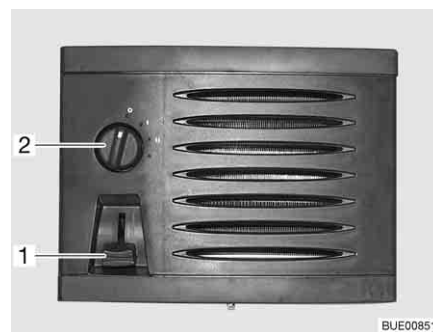

Bild 177 Bedienelemente Zusatz-Wärmetauscher
- Den Schieberegler (Bild 177,1) des Durchflussreglers bis zur gewünschten Position nach unten schieben. Der Wasserkreislauf ist offen.
- Den Gebläseschalter (Bild 177,2) des Umluftgebläses im Uhrzeigersinn drehen.
- Den Gebläseschalter (Bild 177,2) auf "O" drehen.
- Den Schieberegler (Bild 177,1) des Durchflussreglers ganz nach oben schieben.